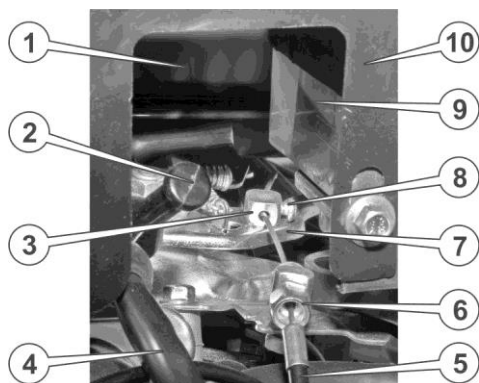

Рисунок 7 – Регулювальні елементи карбюратора
29. Вставити трос механізму регулювання подачі палива в отвір кронштейна даного механізму, закріпити кінець троса в кліпсі важеля регулювання подачі палива за допомогою гвинта (див. рис. 7).